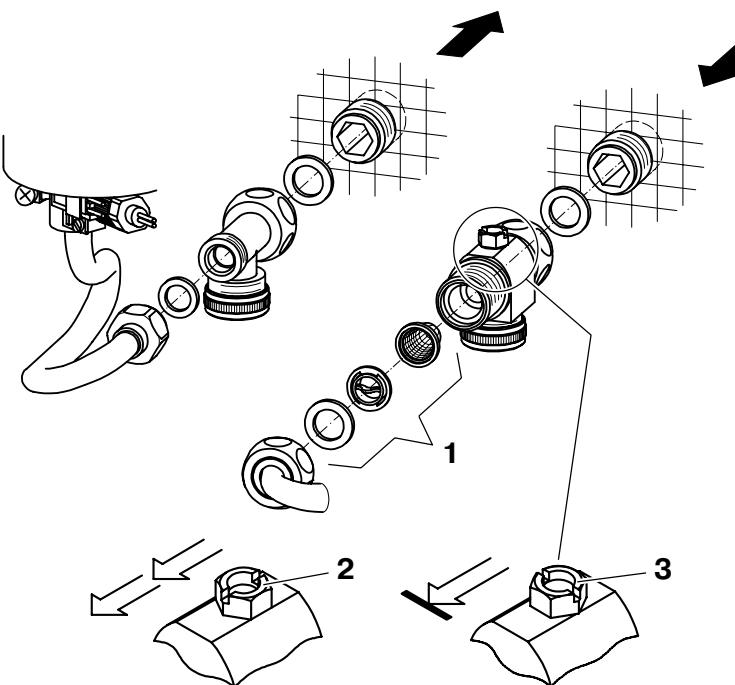

Рис. 14
- Детали для подключения воды монтируются в соответствии с рис. 14 или 15. При этом необходимо учитывать указательную стрелку.
Подключение скрытой проводки (рис. 14)